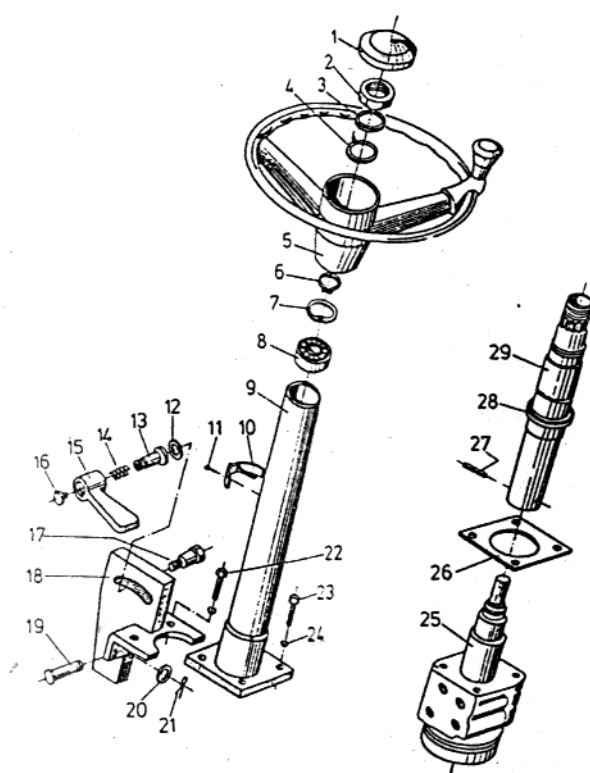

Рис. 8.3. Рулевая колонна
- Отвинчивается гайка 2 (рис. 8.3) и шайбой для вынимания рулевого колеса И 04.06 снимается рулевое колесо 5.